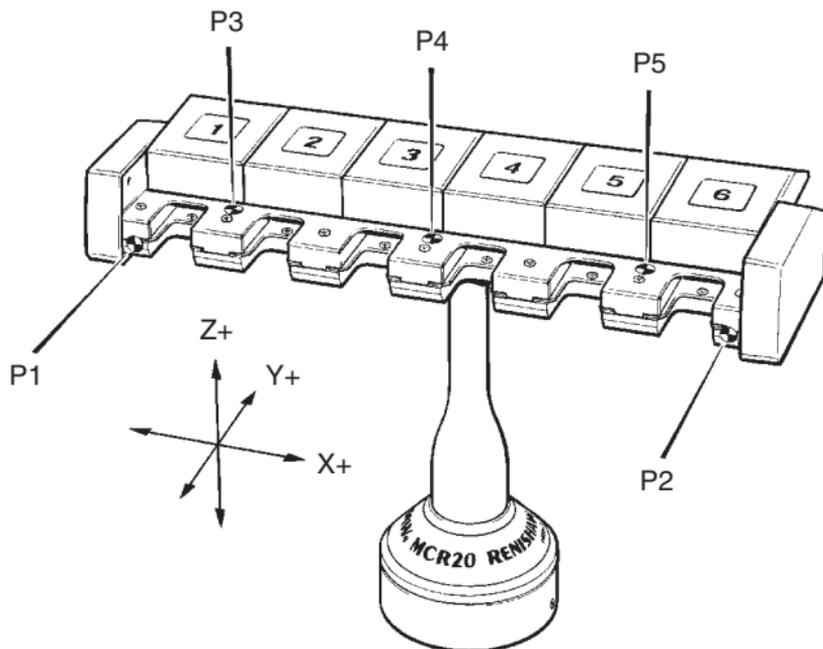

Fig. 8 - Impostazione del riferimento per il magazzino MCR20 di cambio dei moduli sonda
Per l'allineamento del magazzino MCR20 di cambio dei moduli sonda agli assi macchina, procedere come segue (vedi Fig. 8):
3.5.2 Calcolo della quota di profondità di docking (Y)
Per determinare la quota di profondità di docking (Y) delle porte del magazzino MCR20, procedere come segue (vedi Fig. 8):
3.5.3 Calcolo della quota di altezza di docking (Z)
Per determinare la quota di altezza di docking (Z) delle porte del magazzino MCR20, procedere come segue (vedi Fig. 8):